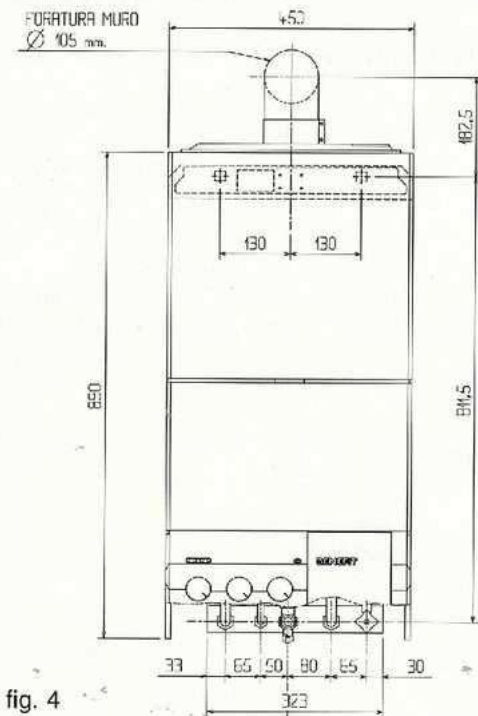

fig. 4
- Praticare nel muro un foro  $\varnothing$  105 mm. con pendenza verso l'esterno dell'1% secondo le figure 4 - 5.